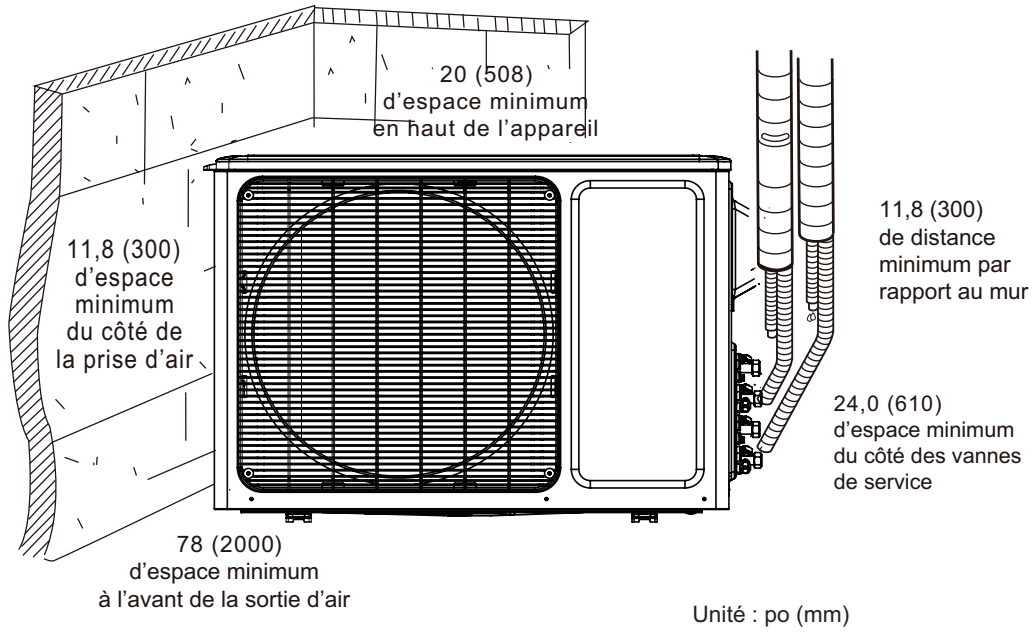
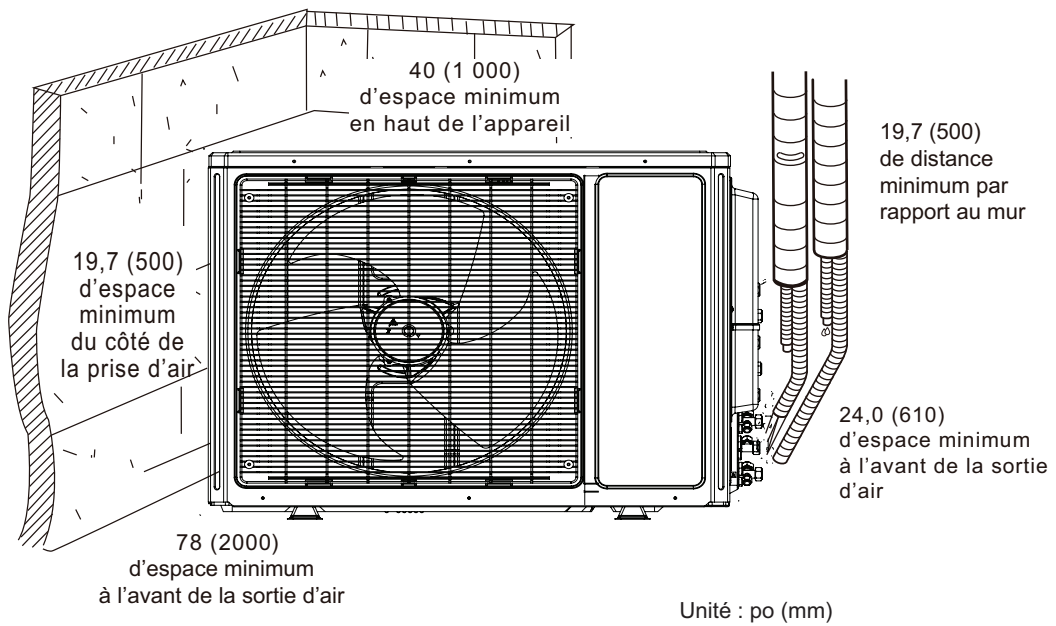

Fig. 8 - 38GVM018, 024, 030
Fig. 9 - 38GVM036, 042
- Un emplacement qui offre des dégagements appropriés, tel qu'illustré à la figure 8 et à la figure 9.